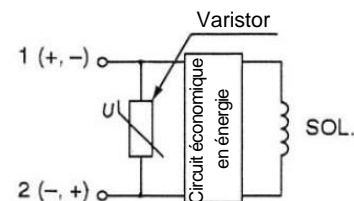

Figure 10. Sans option électrique
- Les vannes contiennent un circuit économique en énergie intégré. Voir les figures 10 et 11 ci-dessous.